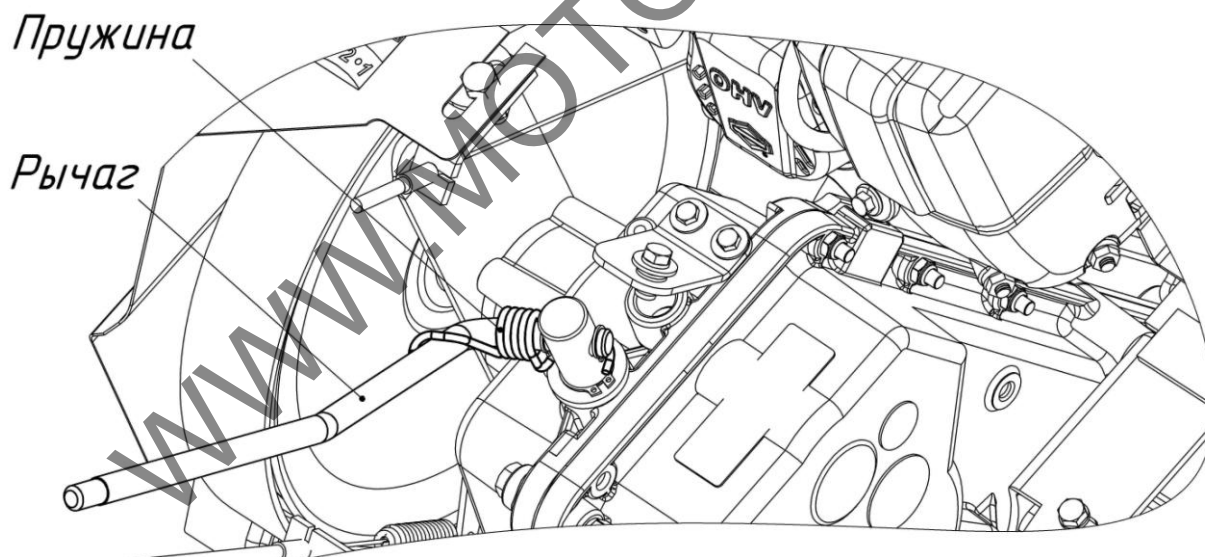

Рис.7.1. Установка рукоятки переключения передач
- зафиксировать рычаг переключения передач с помощью пружины, рис.7.1.;